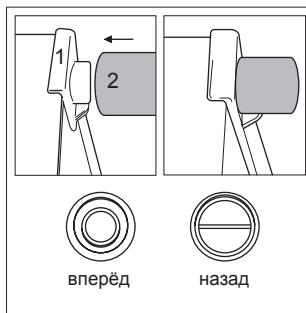

Рис.1
- Установите ограничительные упоры в верхние углы задней стенки холодильника как показано на рис. 1. Упоры поставляются, в дверной корзине внутри холодильного отделения.